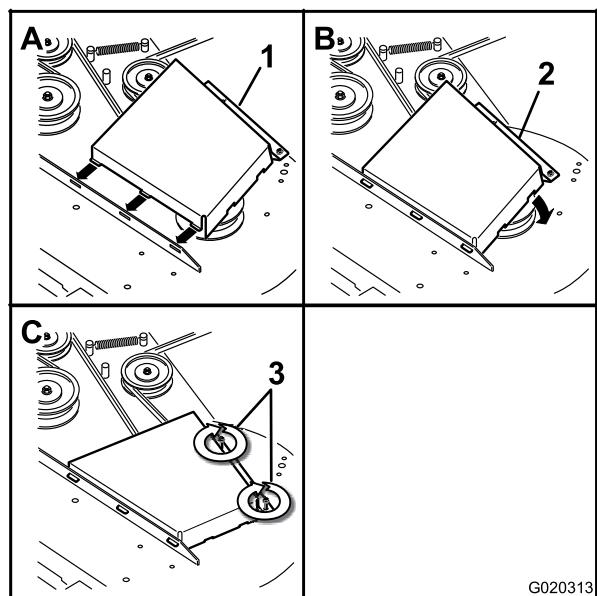

Figure 67
4. Posez les couvercles de courroie (Figure 67).